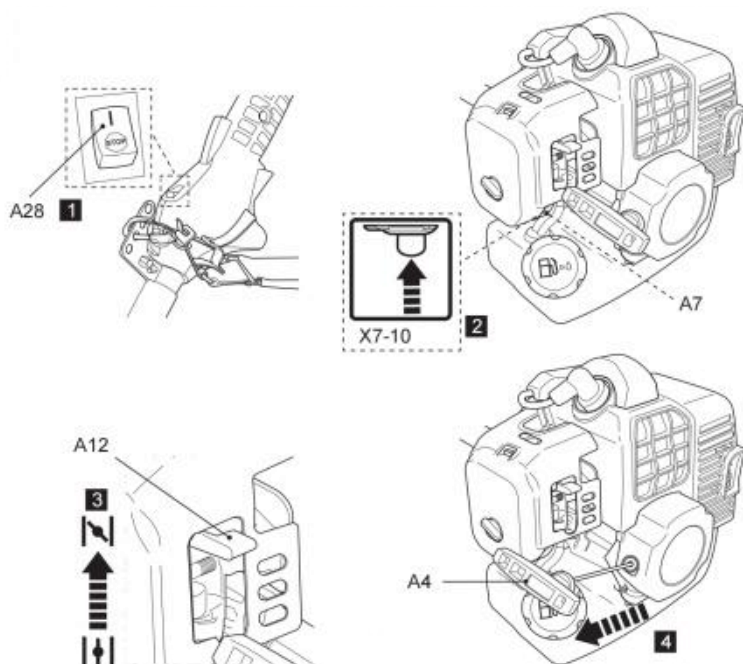

Fig. 38
5. Trzymając produkt stabilnie, powoli pociągnij za uchwyt rozrusznika ręcznego (A4), aż poczujesz opór, a następnie pociągnij go szybko. Jeśli silnik nie uruchomi się po maksymalnie 8 próbach, przesuń dźwignię ssania lekko w dół, do pozycji środkowej. Powtarzaj tę czynność, aż silnik się uruchomi (rys. 38).